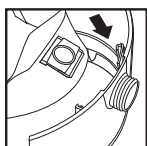

FIGURA 29
52. Deslice el deflector de entrada con la bolsa filtrante acoplada en la guía del deflector. **FIGURA 29.**